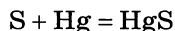

**Рис. 22. Кислородный конвертер для выплавки стали:**
*Чугун* представляет собой сплав железа с углеродом, в котором массовая доля последнего составляет от 2 до 4 %. Если из чугуна удалить часть углерода, понизив его содержание до 0,2 — 1,9 %, полученный сплав будет называться *сталью*. Излишек углерода из чугуна «выжигают» с помощью кислорода в аппаратах, называемых конвертерами (цв. вклейка, рис. 22, 23).